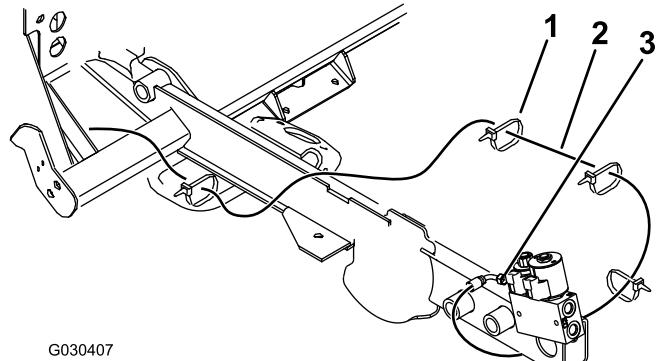

Figure 20
8. Acheminez le long flexible sous le cadre du radiateur, par dessus la traverse du cadre et le long du longeron jusqu'à la vanne (Figure 20).
9. Fixez le long flexible à l'aide de 4 serre-câbles (Figure 20).